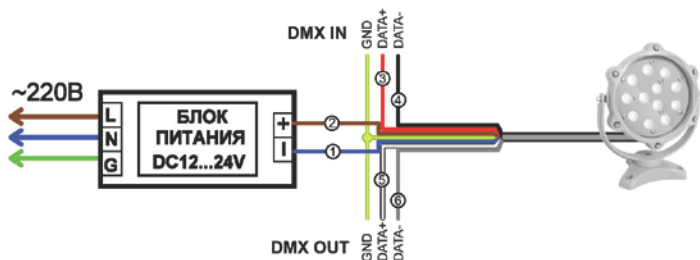

Рис.2 – Схема подключения прожектора
- 4.3. Подключение прожектора производить в соответствии со схемой (см. рис. 2).